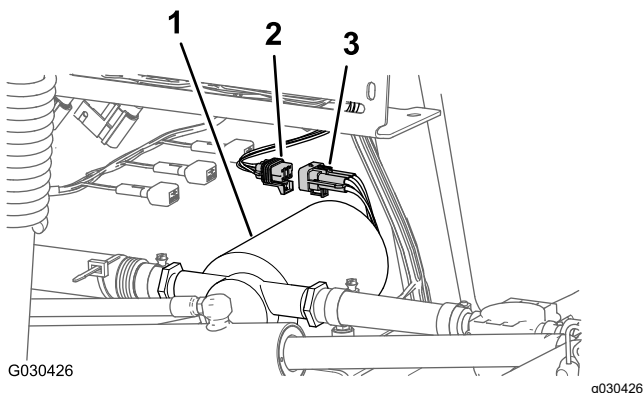

Рисунок 6
- Отсоедините 6-штыревой разъем жгута проводов промывочного насоса от 6-гнездовой разъем главного заднего жгута проводов (Рисунок 6).